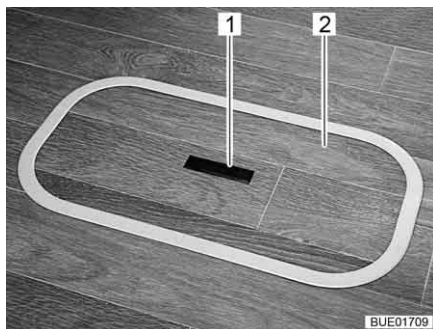
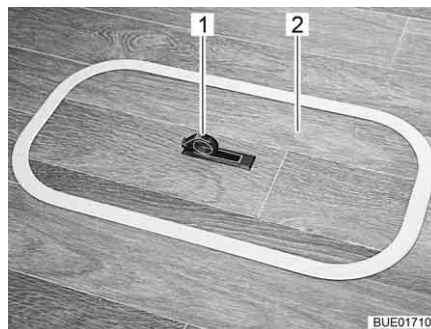

Fig. 81 Copertura scomparto nel fondo (maniglia abbassata)
Fig. 82 Copertura scomparto nel fondo (maniglia alzata)
- Spingere la piastra di presa (Fig. 81,1) verso il basso da un lato. La maniglia (Fig. 82,1) viene ruotata verso l'alto.
- Rimuovere la copertura (Fig. 81,2 o Fig. 82,2) tirandola verso l'alto.